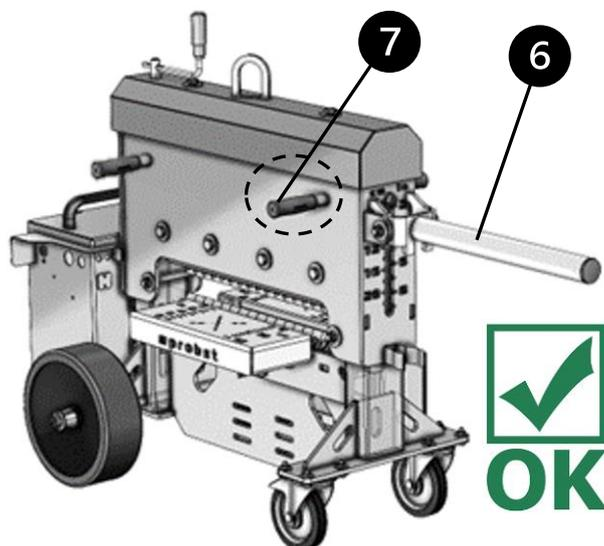

Abb. 2
- För att göra detta måste transportspaken **6** flyttas till det horisontella läget. → Abb. 2